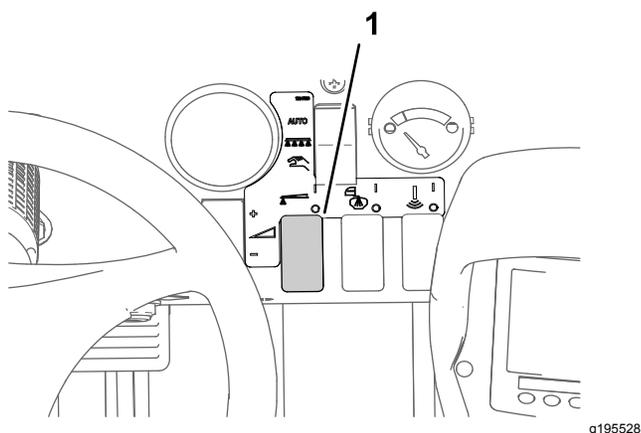

Figura 32
8. Utilice el interruptor de caudal para obtener la presión de fumigación deseada, según lo indicado en la Guía de selección de boquillas proporcionada con el fumigador (Figura 32).